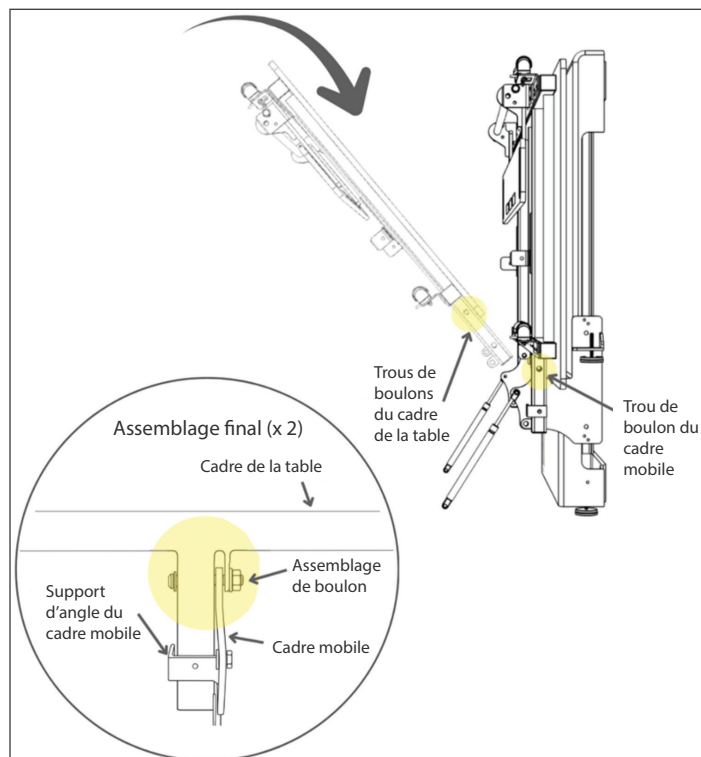

Figure 10a - Installation de l'ensemble de table avec emplacements d'alignement des trous de boulons
2. Avec deux installateurs, soulever l'ensemble de table au-dessus du chariot du bloc d'alimentation (voir la figure 10a).
5. En maintenant la table en position, insérer le boulon et la rondelle dans les trous alignés du chariot et les trous de la table. Répéter de l'autre côté de la table (voir la figure 10a).